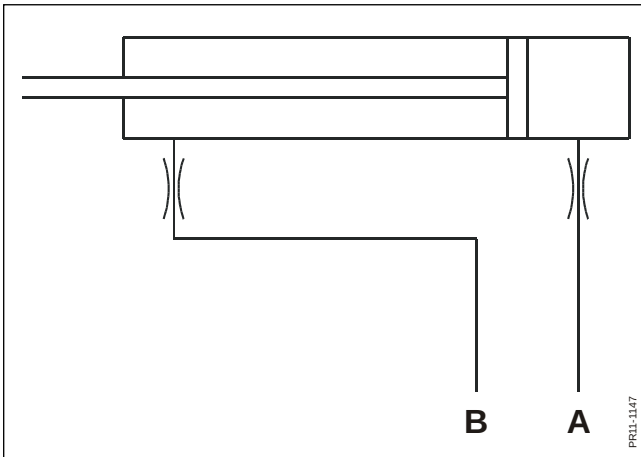

Fig. 12.5
- Fig. 12.5** Diagram for dobbeltvirkende cylinder ved låge. Anvendes ved udfodringslåger, hydrauliske modskær og hydraulisk støttestod.